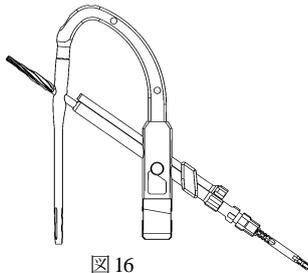

図 16
- 1) 使用例 2-3. 1) 及び 2) の手技に従い、ロング用ターゲットデバイスの組み立てを行い、ディスタルスクリュー用ドリル及び SS ステップリーマー (一体型) (※) を通し、ネイルのスクリューホールに干渉しないことを確認します。(図 16)